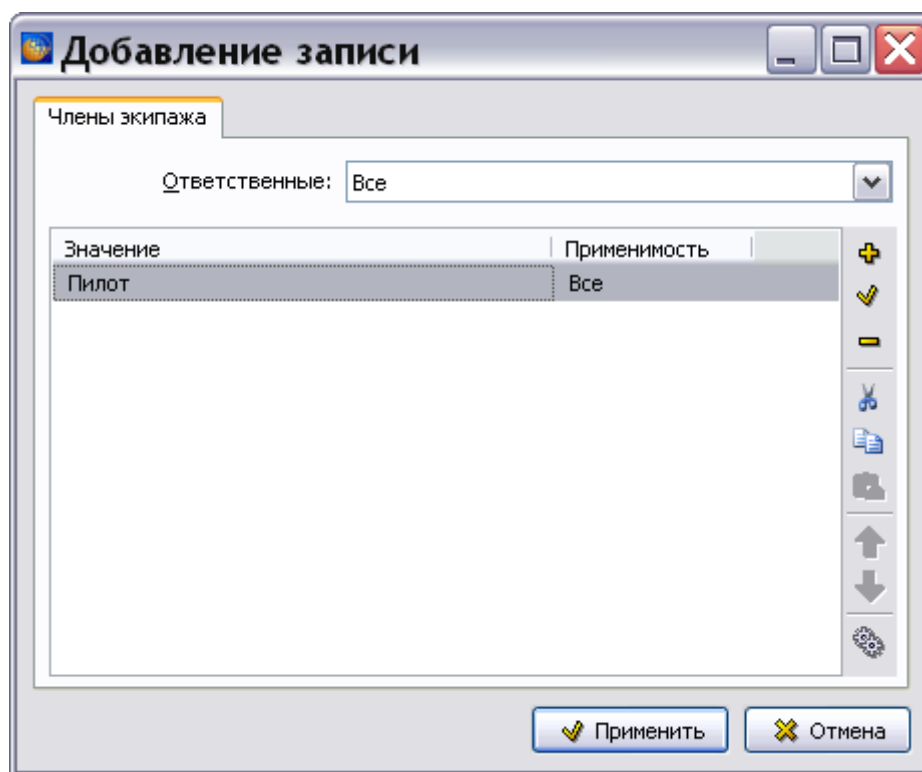

Рис. 13.13
10. После ввода члена экипажа нажмите на кнопку **Применить**. После этого произойдет возврат в окно **Добавление записи** (Рис. 13.13). Добавьте всех членов экипажа, необходимых для выполнения действия.